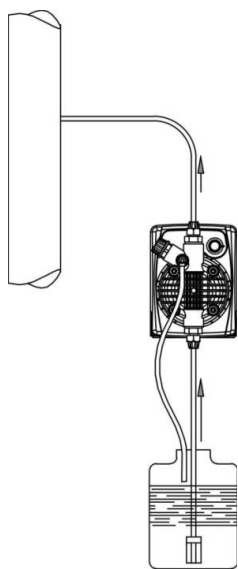
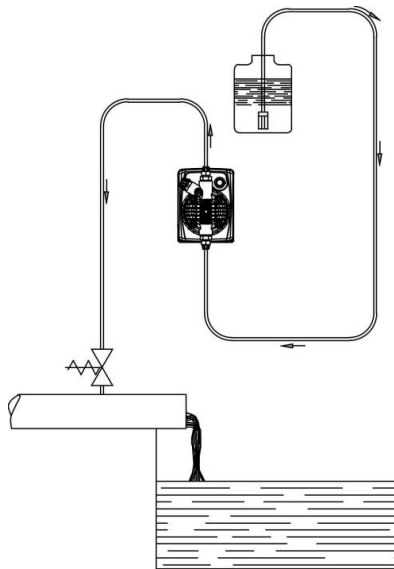

Рис. 5
Рис. 6
c. – Расположите насос, как показано на рис. 5, учитывая, что его можно устанавливать, как выше, так и ниже уровня дозируемой жидкости, при этом перепад уровней не должен превышать 2-х метров. Если система работает при атмосферном давлении (без обратного), а емкость с реагентами расположена выше насоса (рис. 6) необходимо часто проверять состояние клапана впрыска, т.к. его износ может вызвать попадание реагента в систему даже при выключенном насосе. Если данная проблема появляется, Вам необходимо установить обратный клапан **С** между точкой выброса и клапаном. Не устанавливайте насос над емкостью с химическими препаратами, выделяющими большое количество паров, за исключением случаев, когда емкость герметично закупорена.